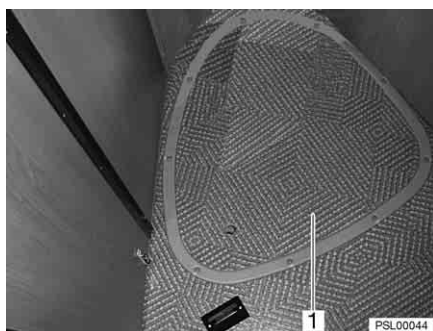

Fig. 78 Copertura della vasca della doccia
- Estrarre la copertura della vasca della doccia (Fig. 78,1) e spingerla nella cavità che separa l'armadio dal letto fisso.